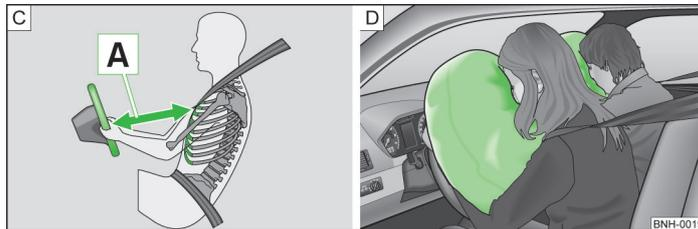

Abb. 132 Sicherer Abstand zum Lenkrad / Gasgefüllte Airbags
Werden die Airbags ausgelöst, entfalten sich diese vor dem Fahrer und Beifahrer » Abb. 132 - D. Beim Eintauchen in den voll aufgeblasenen Airbag wird die Vorwärtsbewegung des Fahrers und Beifahrers gedämpft und das Verletzungsrisiko für Kopf und Oberkörper reduziert.
- Für den Fahrer und Beifahrer ist es wichtig, einen Abstand von mindestens 25 cm zum Lenkrad bzw. zur Schalttafel einzuhalten A » Abb. 132. Wenn Sie den Mindestabstand nicht einhalten, kann Sie das Airbag-System nicht schützen - Lebensgefahr! Außerdem müssen die Vordersitze und die Kopfstützen immer der Körpergröße entsprechend richtig eingestellt sein.